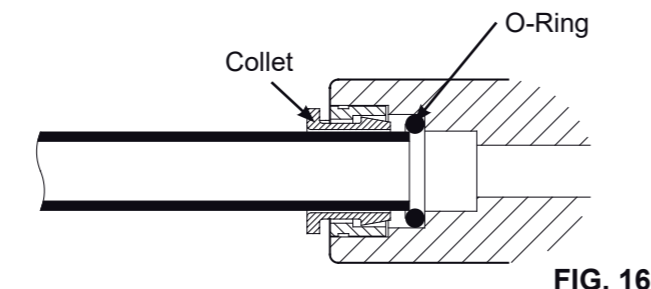
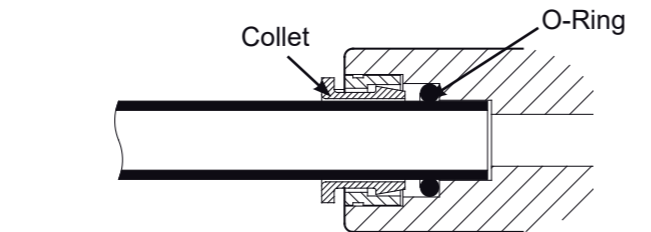

FIG. 16
FIG. 17
1. Poussez le tuyau dans la douille jusqu'à ce qu'il pénètre dans le joint torique. Continuez d'exercer une pression jusqu'à ce que les bouts des tuyaux reposent contre le bout du raccord. Cf Fig. 17. L'erreur courante consiste à cesser de pousser lorsque le tuyau pénètre dans le joint torique. Lorsque le tuyau de 1/4" (6.35 mm) est complètement inséré, 1.7 cm de tuyau est entré à l'intérieur du raccord. Lorsque qu'un tuyau de 3/8" (9.5 mm) est complètement inséré, 1.9 cm du tuyau est entré à l'intérieur du raccord. Vous pouvez faire créer des repères sur les tuyaux à l'aide de scotch ou d'un marqueur. Cf Fig. 16 & 17.
7. Insérez correctement à l'intérieur du collet. Cf Figs. 16 & 17.
4. Insérez bien profondément à l'intérieur du raccord du robinet. C'est un raccord poussoir. Cf Figs 16 & 17.
4. Insérez profondément à l'intérieur du raccord-poussoir au diamètre approprié (1/4") appelé «Raccord tuyaux» (Fig. 20). Cf Fig 16 & 17.
6. Coupez l'une des extrémités du tuyau en angle droit et l'insérer dans la partie 3/8" du système poussoir du raccord tuyaux. Cf Fig 16 & 17.